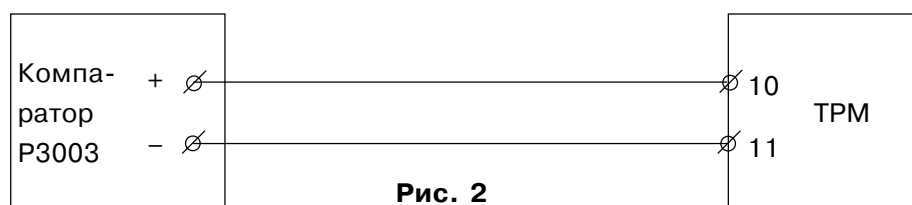

Рис. 2
6.4.3. Для определения погрешности измерения ТРМ, работающих с термопарами (модификации ТРМХ-Х.04..., ТРМХ-Х.05...) подключить к входу прибора компаратор напряжения по схеме, приведенной на рис. 2.
7.3.1. Подключить к входу прибора компаратор напряжения по схеме, приведенной на рис. 2. Установить выходной сигнал на компараторе равным 40,292 мВ.